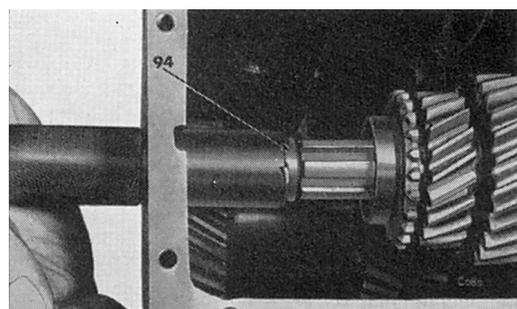

Fig. 40.
1. Ensemble synchroniseur de 2ème, partie pignon située vers l'avant, en s'assurant que la cale (82) et la bille (83) de verrouillage sont correctement placées dans cet ensemble.
3. Rondelle de butée arrière (88), en plaçant sa face en spirale vers l'avant.
4. Pignon (89) et coussinet (91) de 2ème.
5. Rondelle de butée centrale (90).
6. Pignon (92) et coussinet (91) de 3ème.
7. Rondelle de butée avant (93), en plaçant sa face à spirale vers l'arrière.
A l'aide d'un outil spécial, illustré sur la Fig. 40, installer le circlip (94). En plaçant le bossage plus long de l'élément intérieur de synchroniseur vers l'avant, glisser l'ensemble synchroniseur de 3ème/prise directe avec les anneaux de blocage attachés, sur l'arbre secondaire. Compléter l'assemblage en glissant le roulement à billes arrière dans son boîtier au moyen d'une chasse.